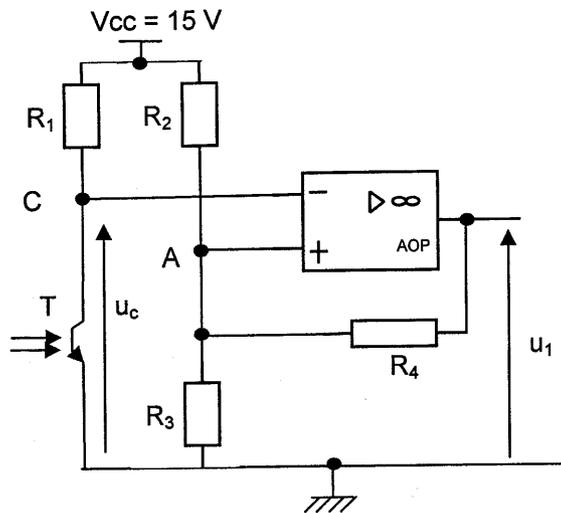

Figure 6
2.1 - À partir de la **figure 6**, préciser le mode de fonctionnement de l'AOP. Justifier la réponse.